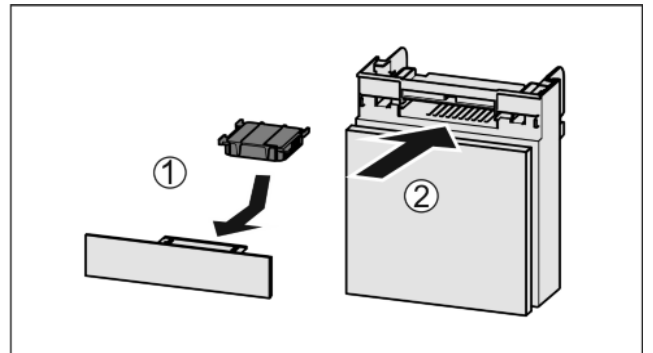

Fig. 37
- ▶ Inserte Fig. 37 (1) el filtro de carbón activado según se indica en la ilustración.
- ▶ Inserte Fig. 37 (2) el compartimiento.